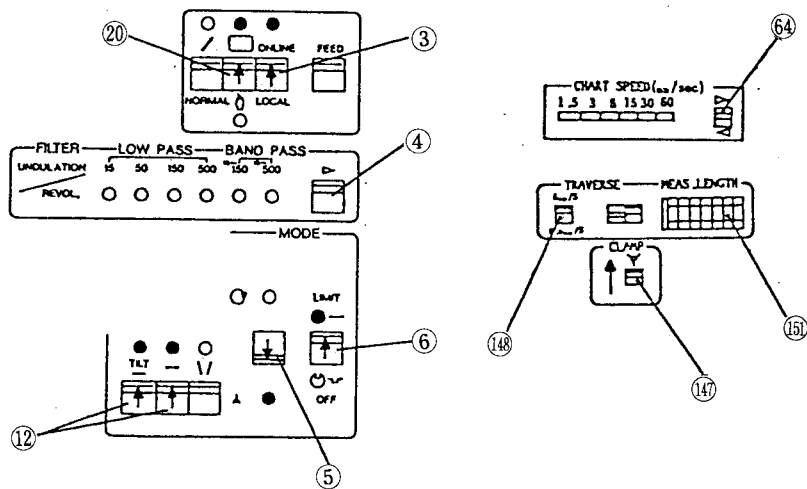

図 5-26
- (1) ③、⑤、⑥、⑫、⑭のスイッチを図5-26の様に設定する。
- (2) FILTER切替スイッチ④により使用したいフィルタ値を選定する。
- (3) 検出器駆動速度スイッチ⑮により、検出器駆動速度を選定する。
- (4) 測定長さを⑯にて選定する。
- (5) 記録紙送り速度を⑰にて選定する。